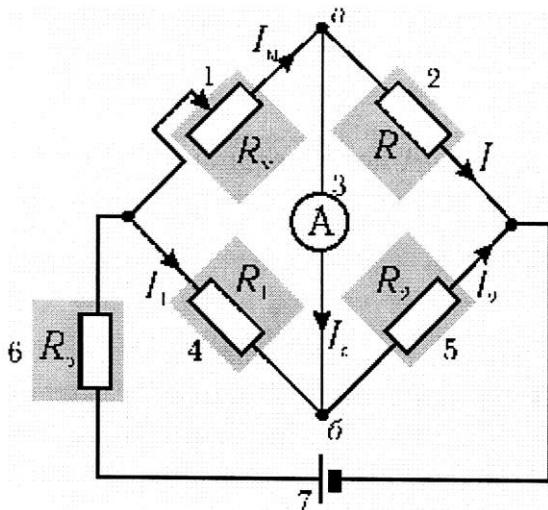

Рис. 3.2. Электрическая схема простейшего моста Уитстона:
2. Метод измерений с помощью моста постоянного тока. Измерительные мосты – это **высокоточные** приборы, предназначенные для измерения электрических сопротивлений, ёмкостей, индуктивностей и других параметров методом уравновешенных мостовых цепей. На рис. 3.2 приведена схема простейшего моста (*мостик Уитстона*), который используется для измерения сопротивлений.
обозначения 1, 2, 3, 4, 5, 6 – см. рис. 3.2